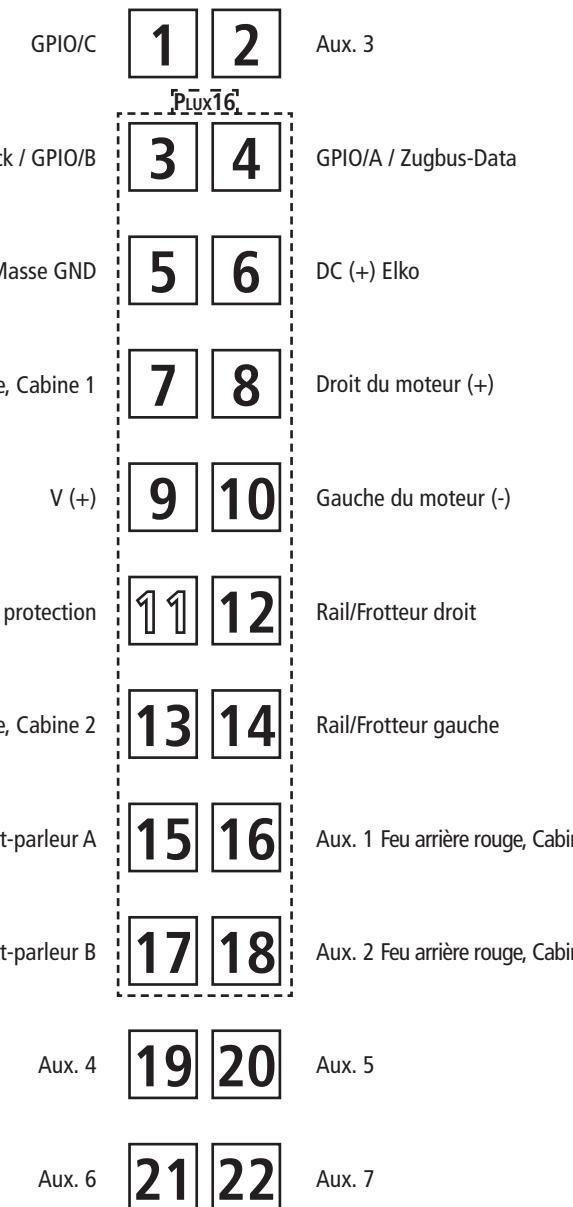

Fig. 7
3. Hafltreifenwechsel: Zuerst den Getriebekasten abnehmen (Fig. 7). Danach den **Radsatz** herausnehmen und die **Hafltreifen** mit einer Nadel od. mit einem feinen Schraubendreher abziehen (Fig. 7). Beim Aufziehen der neuen Hafltreifen darauf achten, dass diese sich nicht verdrehen.
3. Change of traction tyre: Remove the gear cover (fig. 7). Take out **wheel set** and remove **traction tyre** using a pin or a fine screwdriver (fig. 7). When pressing on the new traction tyre please **avoid twisting it**.
3. Échange des bandages d'adhérence: Démontez d'abord **le couvercle du carter des engrenages** des engrenages (fig. 7). Délogez ensuite les essieux bandagées et enlevez, à l'aide d'une aiguille ou d'un tourne-vis fin, les bandages d'adhérence (fig. 7). Lors du montage des nouveaux bandages veuillez veiller à ce que les bandages **ne soient pas tordus**.